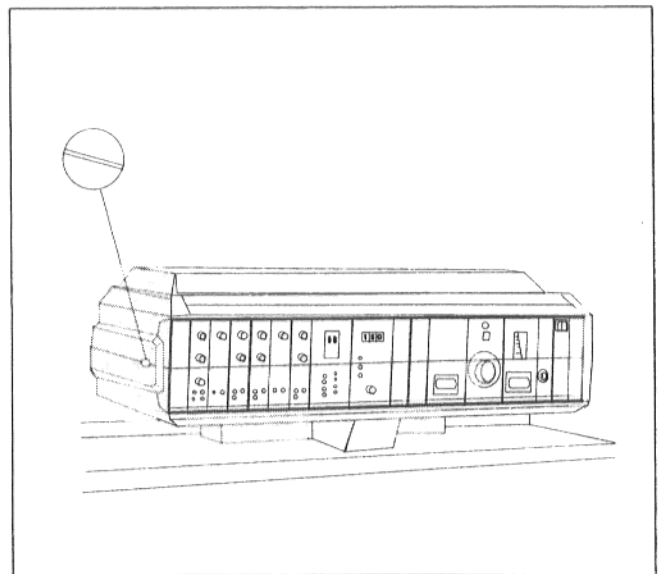

Fig. 1
- Amener la fente du couvercle plastique de l'instrument de réglage (fig. 1) en position horizontale, par exemple à l'aide d'une pièce de monnaie. Retirer le couvercle transparent vers l'avant.